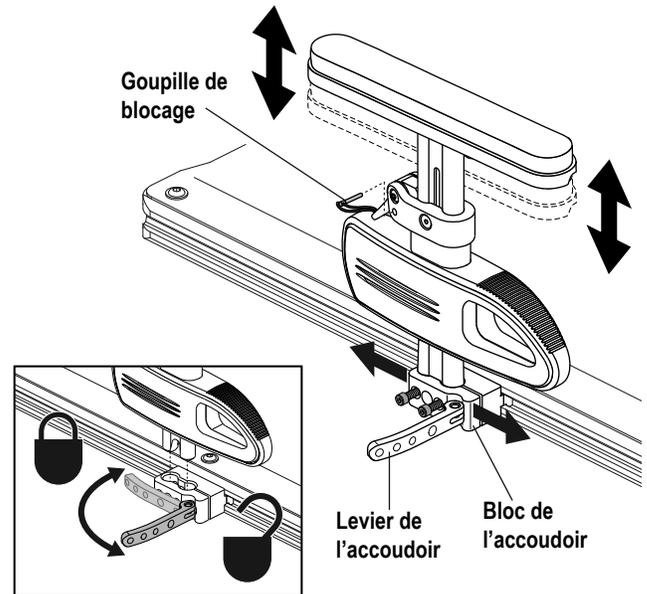

Figure 13. Retrait/Installation des accoudoirs pédiatrique abaissants à réglage rapide avec poteau unique
Voir la figure 13.
1. Si applicable, retirez la goupille de blocage. **Voir la figure 13.**